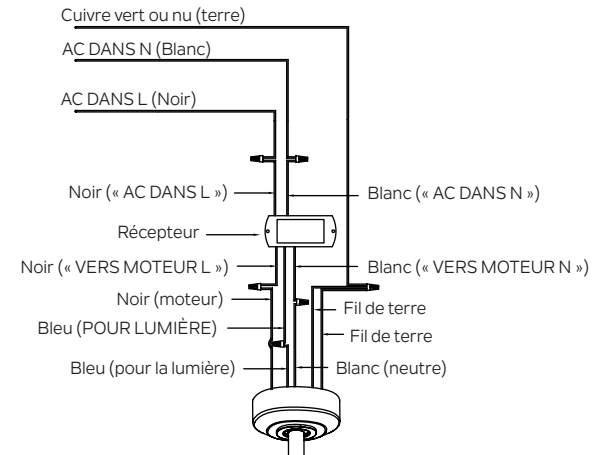

Fig. 14
Étape 2. Raccordements électriques du moteur au récepteur : Raccordez le fil NOIR du ventilateur au fil NOIR marqué « VERS MOTEUR L » du récepteur. Raccordez le fil BLANC du ventilateur au fil BLANC marqué « VERS MOTEUR N » du récepteur. Raccordez le fil BLEU du ventilateur au fil BLEU marqué « POUR LA LUMIÈRE » du récepteur. Fixez tous les raccords de fils avec les connecteurs de fils en plastique fournis. (Fig. 14)
Étape 3. Raccordements électriques du récepteur à distance au boîtier de sortie : Raccordez le fil NOIR (chaud) du plafond au fil NOIR marqué « AC DANS L » depuis le récepteur. Raccordez le fil BLANC (Neutre) du plafond au fil BLANC marqué « AC DANS N » depuis le récepteur. Fixez tous les raccords de fils avec les connecteurs de fils en plastique fournis. (Fig. 14)
Étape 4. Si votre boîtier de sortie a un fil de terre (cuivre vert ou nu), raccordez-le aux fils de terre du ventilateur. Sinon, connectez le fil de terre du ventilateur au support de montage. Fixez le raccord du fil avec un écrou en plastique fourni. Après avoir raccordé les fils, écarter-les de manière à ce que les fils vert et blanc soient d'un côté du boîtier de sortie et que les fils noirs et bleus soient de l'autre côté. (Fig. 14)